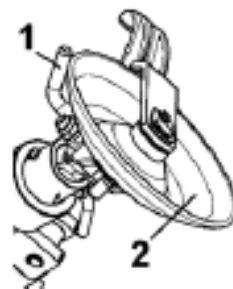

Рис.38a
**УСТАНОВИТЕ ФИКСИРУЮЩИЙ ПАЛЕЦ (1, Fig.38a) ПЕРЕД ИСПОЛЬЗОВАНИЕМ МОНТАЖНОГО ДИСКА.**